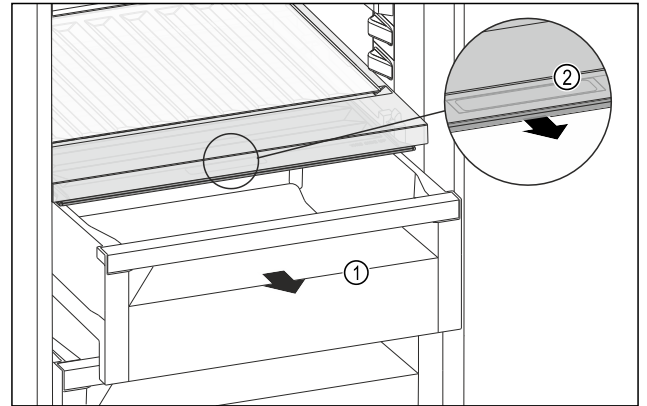

Fig. 189
- Vedä säilytyslokeri Fig. 189 (1) ulos.
- Tartu lokeron kannessa olevaan tartuntakohtaan Fig. 189 (2) ja vedä lokeron kantta samanaikaisesti eteenpäin.